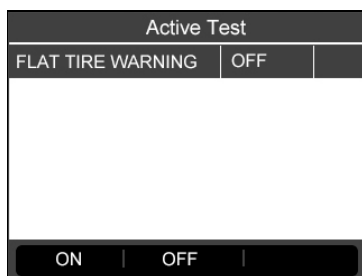

Рисунок 4.38
- 4) Нажмите **функциональную** кнопку **ON [ВКЛ]** или **OFF [ВЫКЛ]**, чтобы проверить включение или выключение сигнального индикатора TPMS в автомобиле. (См. рисунок 4.38)